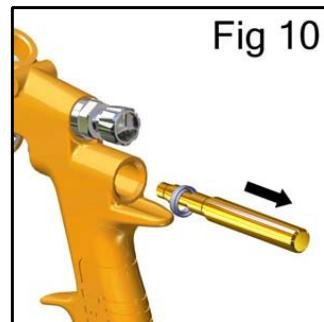

Fig 10
8.バルブシート(19)を引き抜きます。(Fig 10 参照)